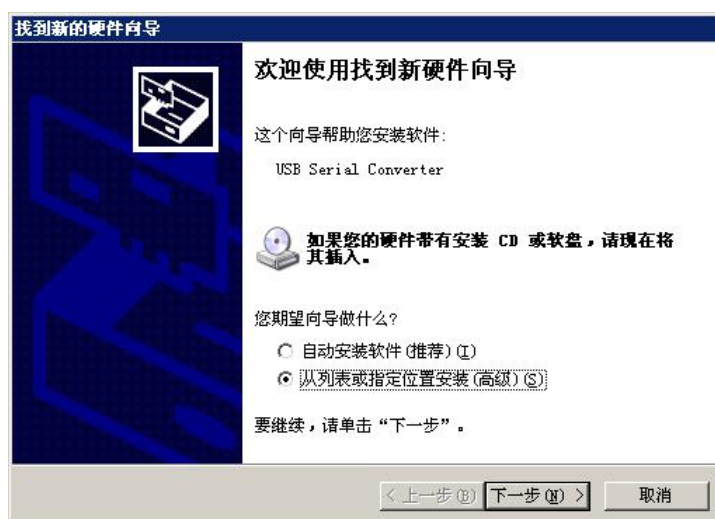

图 3.1.3 找到新硬件向导
(2) 选择“从列表或者制定位置安装”，点击下一步。如图 3.1.3 所示。